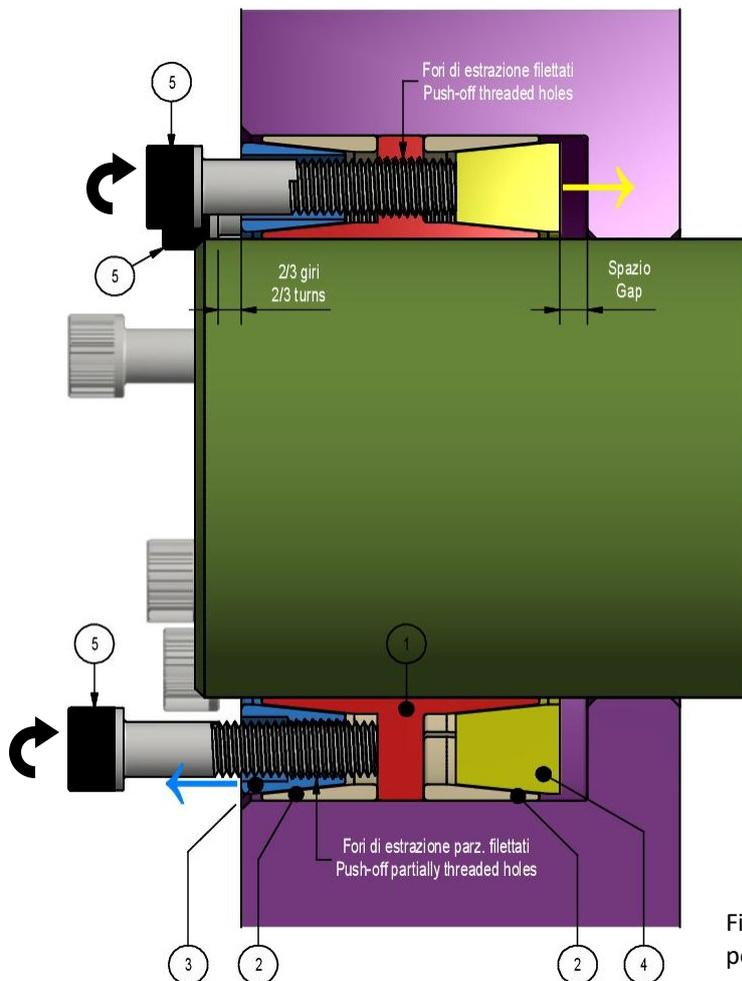

Fig. 2. Separazione degli anelli doppio-conici e posizionamento del calettatore.
2. Allentare tutte le viti di due/tre giri e spostarne almeno due nei fori parzialmente filettati dell'anello doppio-conico anteriore e almeno due nei fori filettati dell'anello interno, accessibili mediante corrispondenti fori passanti nell'anello doppio-conico anteriore. Serrare leggermente le viti, in modo da **separare gli anelli doppio-conici per una più facile installazione del calettatore** (fig. 2).
3. Inserire il calettatore nel foro del mozzo ed installare l'assieme sull'albero, assicurandosi che gli elementi collegati si trovino nella posizione desiderata. **L'anello interno e gli anelli esterni devono essere completamente supportati rispettivamente da albero e mozzo** (fig. 2). A questo punto, riposizionare le viti usate per separare gli anelli doppio-conici.
Nel caso di mozzi con spallamento, lasciare qualche millimetro di spazio tra l'anello doppio-conico posteriore e lo spallamento (fig. 2).